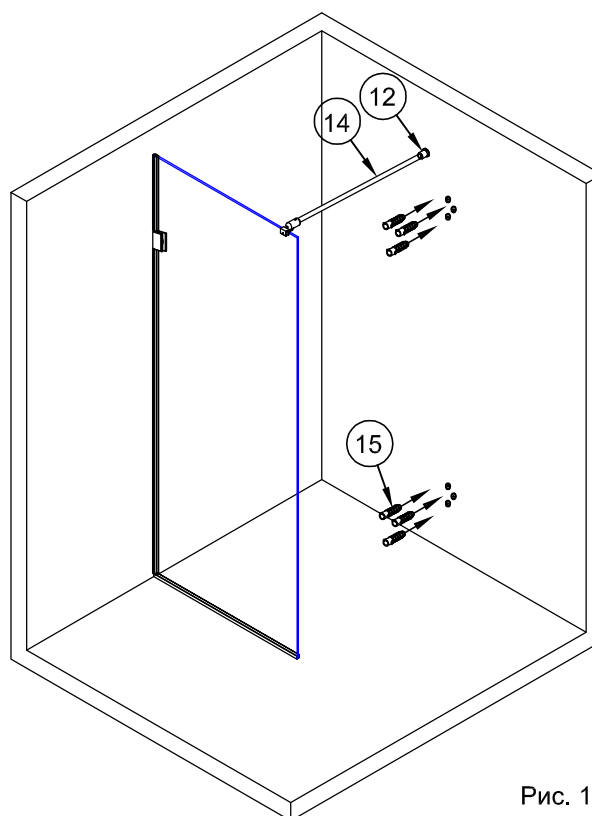

Рис. 15
Вставить в отверстия дюбели №15. При необходимости использовать молоток (рис.15).
4.6. Двери вернуть на место. Прикрепить петли к стене вкрутив в отверстия шурупы №16 (рис.15).